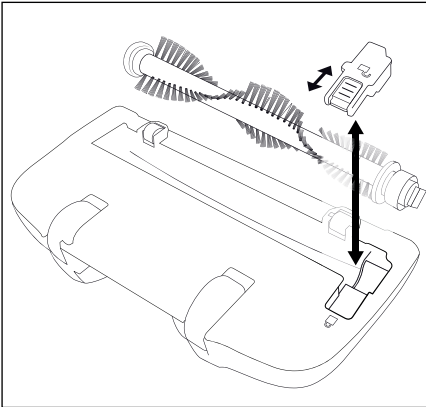

Fig. 4
- 2) Desplace el bloqueo de la placa de cobertura hacia el símbolo **1** para poder extraer la placa de cobertura (fig. 4).
- 7) Vuelva a colocar la placa de cobertura y desplace el bloqueo hacia el símbolo  para fijarla (fig. 4).